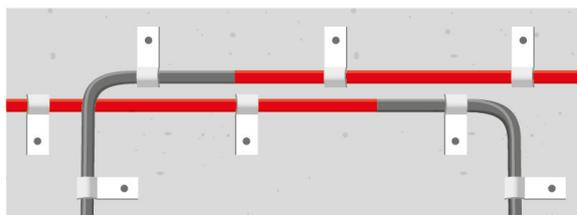

Fig. 3
- Circuits d'injection successifs doivent se chevaucher (Fig. 3)